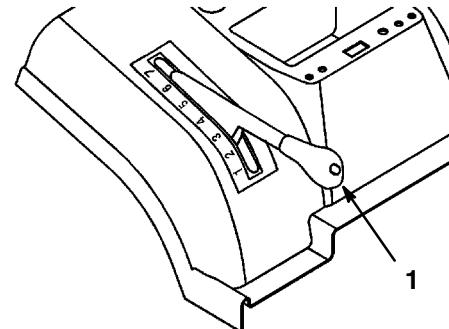

Abbildung 5
2. Den Schnitthöhenhebel (Mähdeckanhebung) auf die gewünschte Position ziehen bzw. schieben (Abb. 5).